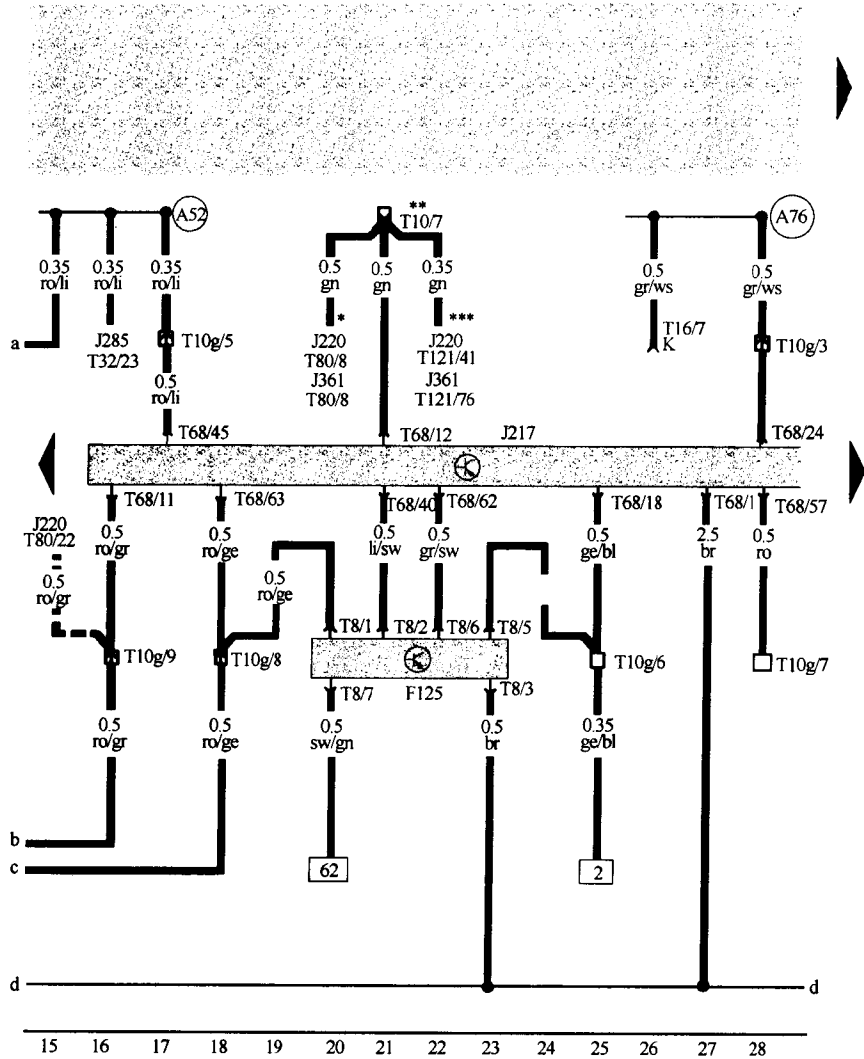

图 1-10 自动变速器控制单元与多功能开关电路图
(2) 自动变速器控制单元,多功能开关(如图 1-10 所示)